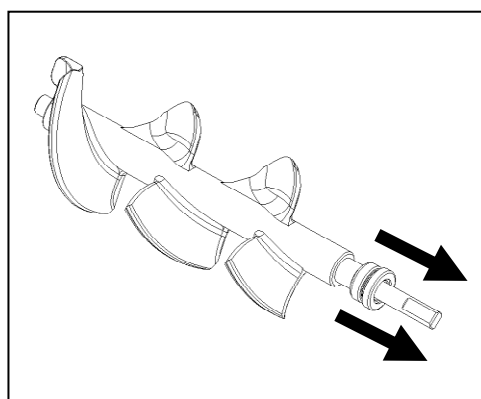
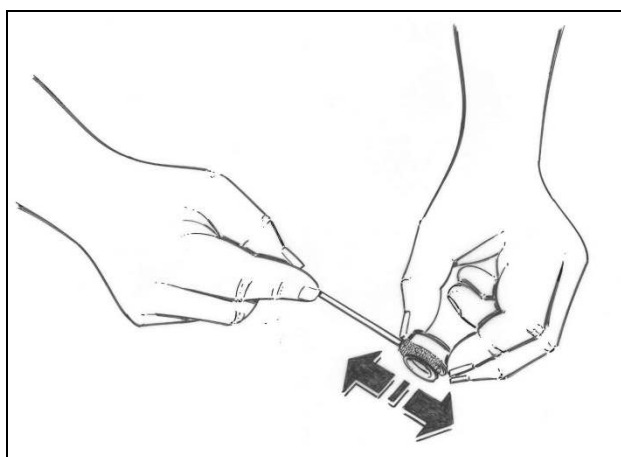

Fig. 13
Fig. 14
- Retirer le joint arrière (fig.13) et le nettoyer soigneusement avec la brosse fournie de manière à éliminer tous les résidus de nourriture éventuellement présents (fig.14).